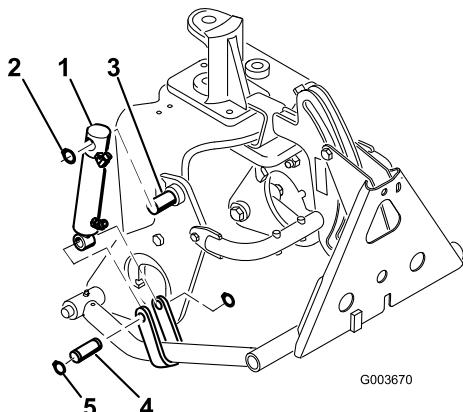

図 12
3. 油圧シリンダの胴体の上部を、右側のプラウ・プレートのピンに取り付け、リテナ・リングで固定する (図 12)。このとき、
4. ピン1本とリテーナ・リング2本を使って、シリンダ・ロッドをプッシュ・アームのストラップに取り付ける（図 12）。